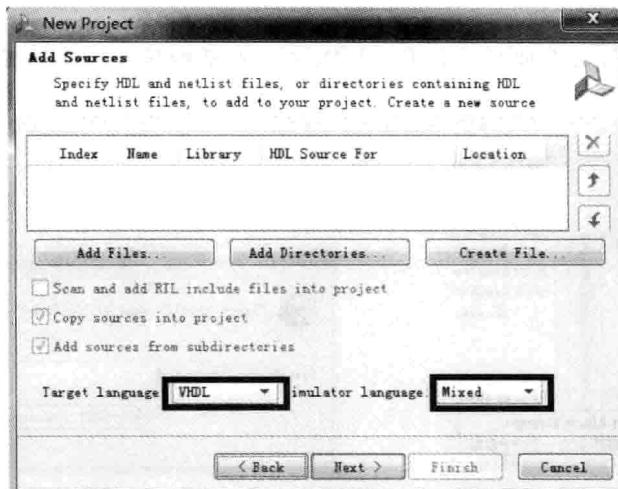
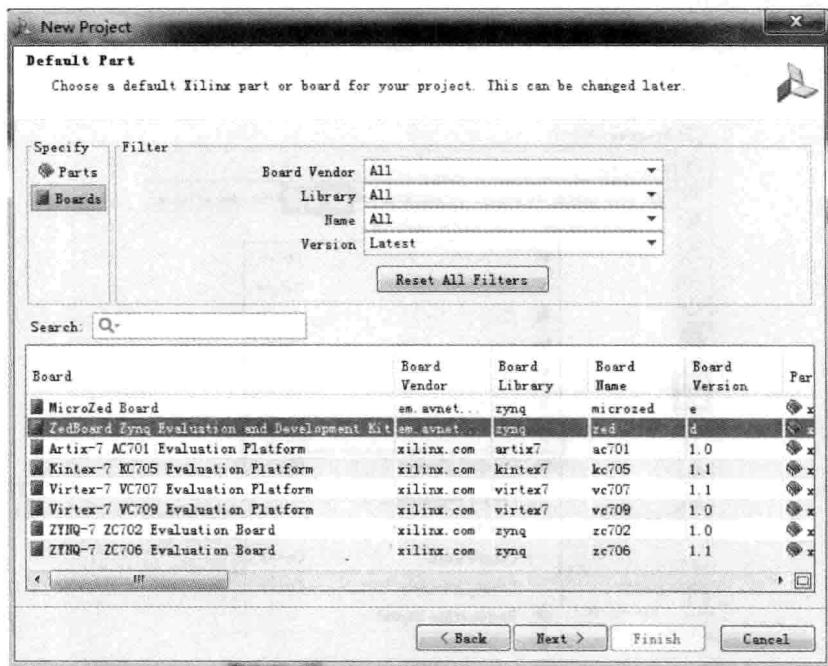

图 4.3 Add Sources 界面
图 4.4 选择器件界面
- (5) 单击 Next 按钮。
- (6) 出现 New Project-Project Type 对话框界面,在该界面中选中 RTL Project 前面的复选框。
- (7) 如图 4.3 所示,出现 New Project-Add Sources 对话框界面。按下面参数设置:
- ① Target language: VHDL(对于 Verilog 读者,选择 Verilog);
- ② Simulator language: Mixed。
- (8) 单击 Next 按钮。
- (9) 出现 New Project-Add Existing IP(optional)对话框界面。不做任何修改。
- (10) 单击 Next 按钮。
- (11) 出现 New Project-Add Constraints(optional)对话框界面。不做任何修改。
- (12) 单击 Next 按钮。
- (13) 如图 4.4 所示,出现 New Project-Default Part 对话框界面。在 Specify 下的窗口选择 Boards。在 Board 窗口下,选择 Zedboard Zynq Evaluation and Development Kit 选项。
- (14) 单击 Next 按钮。
- (15) 出现 New Project-New Project Summary 对话框界面。
- (16) 单击 Finish 按钮。